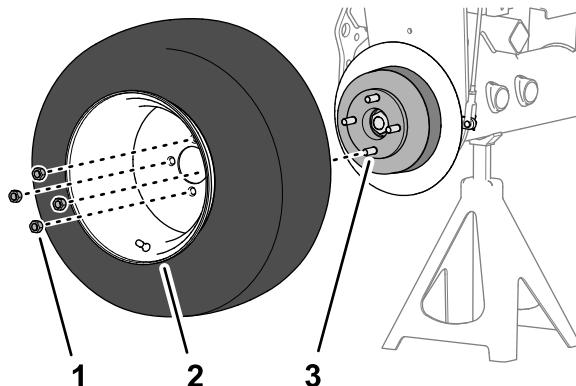

Figura 75
- Monte a roda no cubo com quatro porcas de rodas (Figura 75) e aperte as porcas à mão.